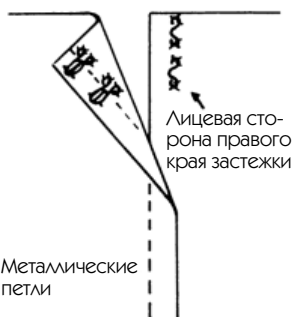

Рис. 287
1. Сначала пришейте крючок с изнаночной стороны правого края изделия (изображен слева на рис. 287), поместив его чуть в стороне от края. Пришивайте прочно, как объяснялось выше.
3. В этих местах пришейте металлические скобы, как показано на рис. 287. Используйте нить в тон ткани и полностью покройте стежками их ушки, сделав их как можно более невидимыми (поместите ушки открытыми частями к краю).
На рис. 287 вы только что видели прикрепление металлической петли, которая продается вместе с подходящим крючком. Однако в некоторых случаях предпочтительнее выполнить петлю вручную.
2. Вначале поместите крючок, как объяснялось на рис. 287, затем определите местоположение петли.